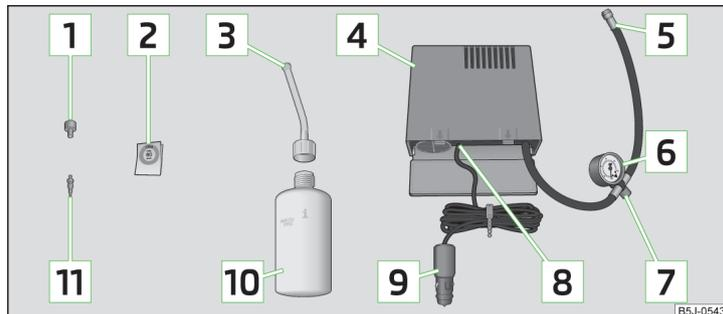

Fig. 152 Imagen esquemática: Componentes del kit de averías
#### Componentes del kit » fig. 152
- Pegue la etiqueta adhesiva correspondiente **[2]** » **fig. 152 de la página 179** sobre el tablero de instrumentos en el campo visual del conductor.
- Agitar la botella de inflado de neumáticos **[10]** » **fig. 152 de la página 179** fuer-temente varias veces.
- Enroscar el tubo flexible **[5]** » **fig. 152 de la página 179** del compresor de aire fijamente en la válvula del neumático.